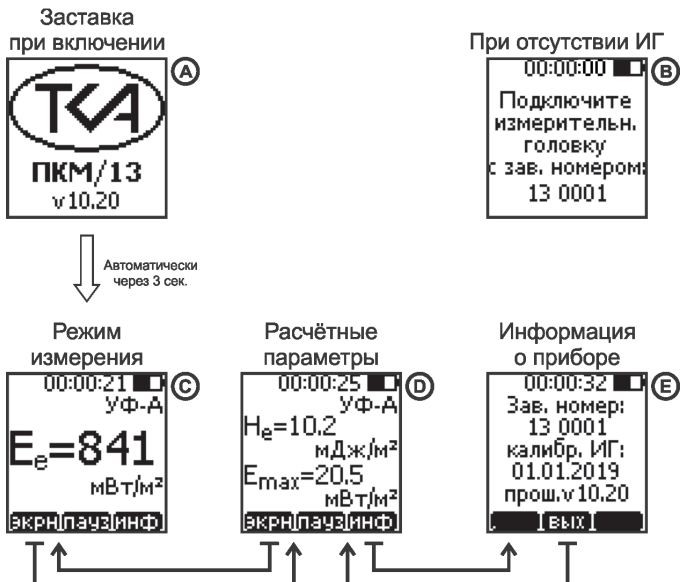

Рис.3 – Расположение символов на ЖК-дисплее.
5.6 Переключение экранов происходит в следующем порядке (см. Рис.3):